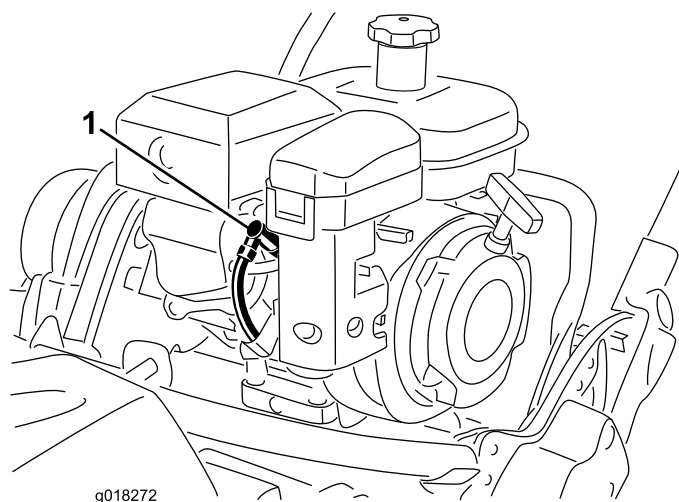

Figura 35
1. Retire o cabo da vela moldado (Figura 35).